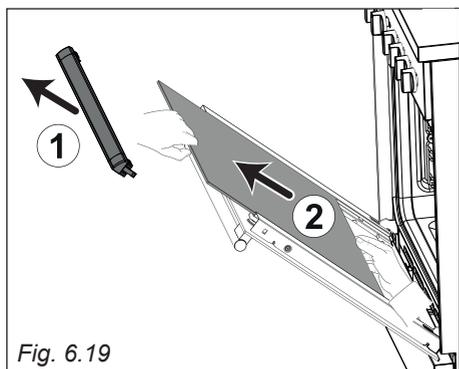
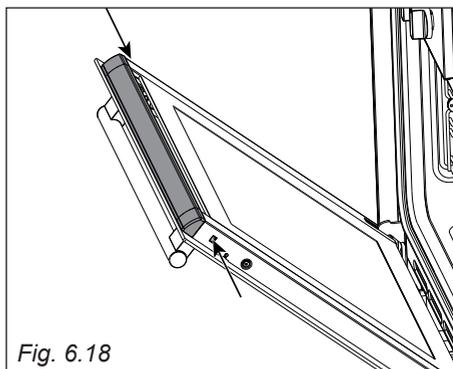

Fig. 6.19
Fig. 6.18
- Premere sulle due alette per sganciare il profilo superiore (frecche di fig. 6.18), quindi rimuoverlo delicatamente (freccia 1 di fig. 6.19).
- Sfilare delicatamente il vetro interno (freccia 2 di fig. 6.19).